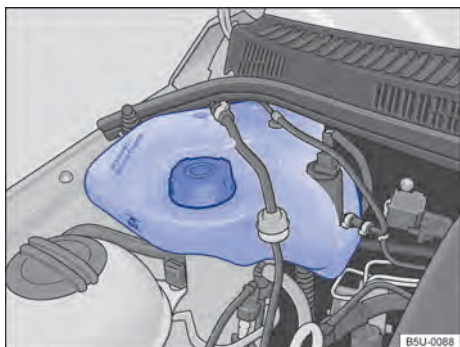

Fig. 180 No compartimento do motor: reservatório de gasolina para o sistema de partida a frio.
O reservatório de gasolina do sistema de partida a frio encontra-se no compartimento do motor, no lado direito → **Fig. 180**.
- Nunca ultrapassar a marca "MAX" indicada no reservatório → **Fig. 180**.